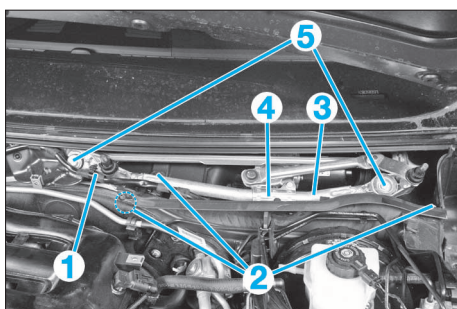

FIG. 47
- Déposer les vis (2) de la cloison de chauffage (3) de gauche (Fig.47).